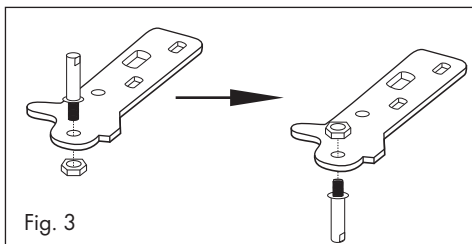

Fig. 3
- Skru møtrikkerne til det nederste dørhængsel af, og tag akslen ud. Sæt akslen ind igen på den anden side. Skru nu møtrikkerne fast igen på akslen (fig. 3).